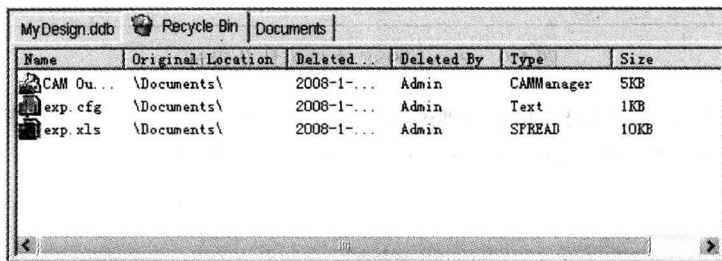

图 1-6 Recycle Bin 管理器
2) Recycle Bin 管理器用于回收设计数据库中删除的文件，可以为用户找回由于误操作而删除的文件，如图 1-6 所示。